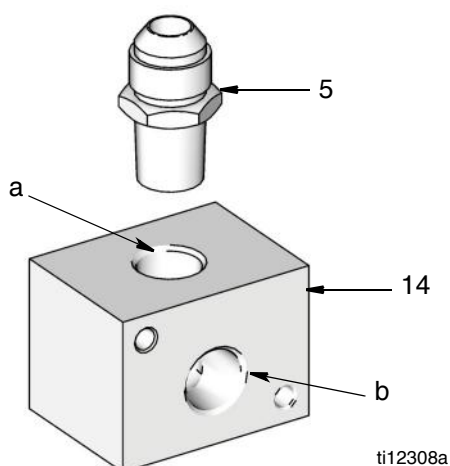

Рис. 11
1. Подсоедините фитинг-переходник (5) в отверстие (a) распределителя (14). Надежно затяните. Правильное положение см. на Рис. 11.